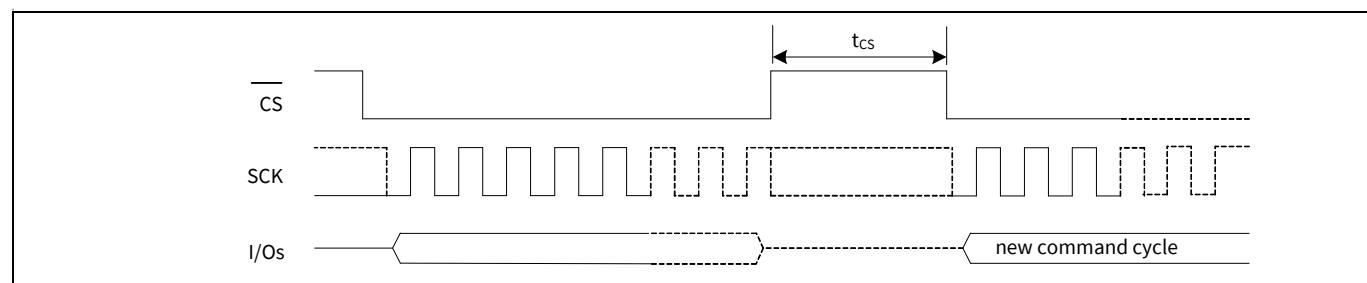

Figure 116 芯片取消选择 ( $\overline{\text{CS}}$  为高电平) —  $t_{\text{CS}}$  时序
21.  $t_{CS}$  指的是指定 SPI 模式下 (SPI, DPI 或 QPI) 开始新指令周期前芯片选择 ( $\overline{CS}$  为高电平) 的最长时间。该参数保证在主机开始新指令周期前, 先前操作已成功完成。请参考 Figure 116。
21. $t_{CS}$  指的是指定 SPI 模式下 (SPI, DPI 或 QPI) 开始新指令周期前芯片选择 ( $\overline{CS}$  为高电平) 的最长时间。该参数保证在主机开始新指令周期前, 先前操作已成功完成。请参考 Figure 116。
25.  $t_{CS}$  指的是指定 SPI 模式下 (SPI 或 QPI) 开始新指令周期前芯片选择 (CS 为高电平) 的最长时间。该参数保证在主机开始新指令周期前, 先前操作已成功完成。请参考 Figure 116。